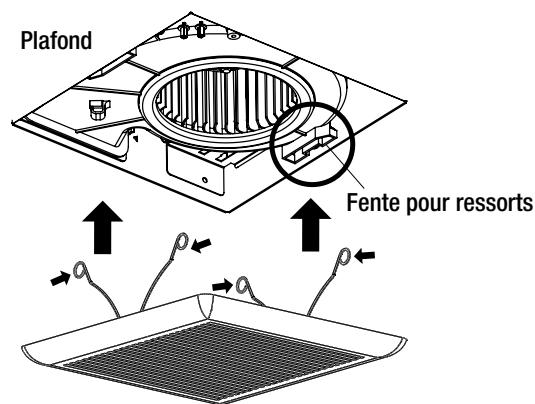

Fig. 22
- Serrer les ressorts de la grille ensemble et les insérer dans les fentes du boîtier de l'assemblage. Pousser fermement la grille contre le plafond. Voir figure 22.